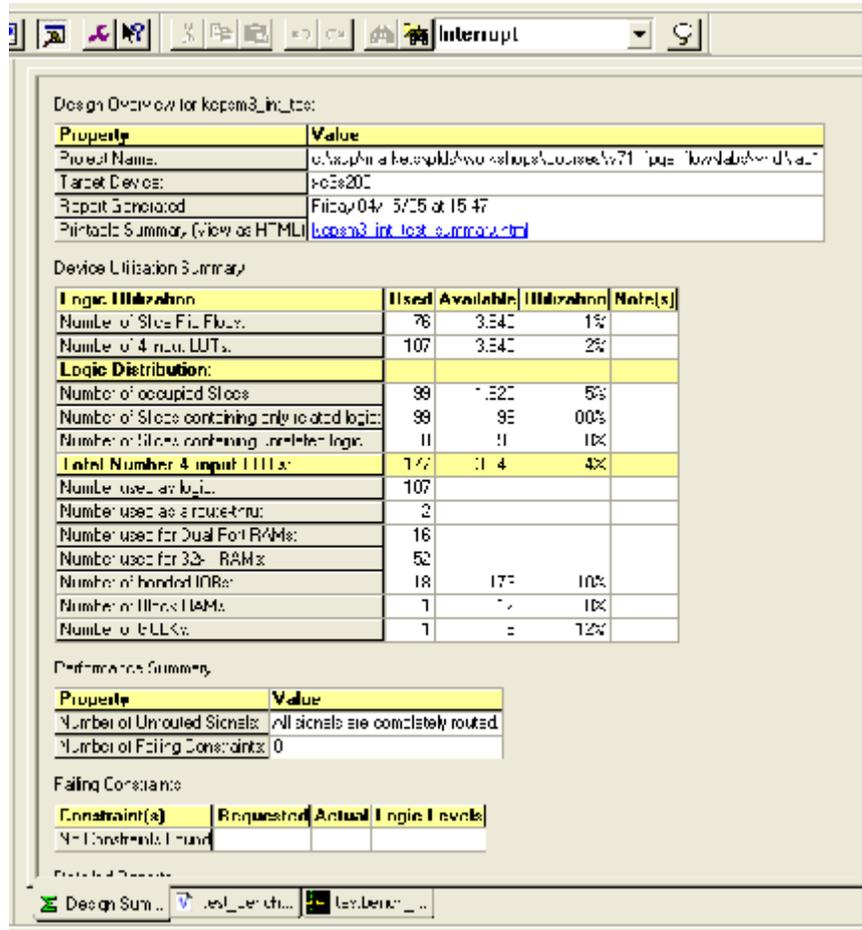

Рисунок 1.18 – Design Summary
- По окончании имплементации вы можете ознакомиться с результатами, дважды щелкнув на **View Design Summary (Рисунок 1-18)**.